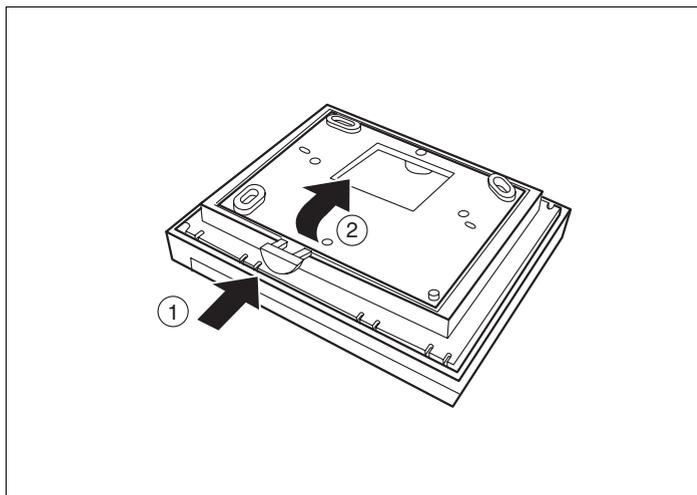

Рис. 2 Снимите комнатный регулятор с монтажной панели
- Нажмите кнопку на нижней стороне монтажной панели (рис. 2, шаг 1).
- Снимите монтажную панель по направлению стрелок (рис. 2, шаг 2).